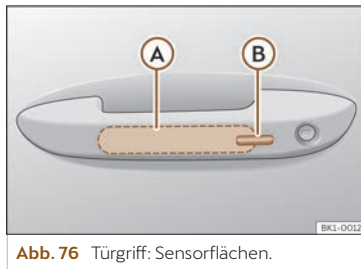

Abb. 76 Türgriff: Sensorflächen.
>>> (Abb. 76)
- Berühren Sie die auf der Außenseite des Türgriffs befindliche Sensorfläche >>> (Abb. 76)
- Berühren Sie innerhalb von 5 Sekunden einmal die auf der Außenseite des Türgriffs befindliche Sensorfläche >>> **(Abb. 76) (B)**. Ergreifen Sie dabei nicht den Türgriff. Das System Keyless Access ist jetzt vorübergehend deaktiviert.